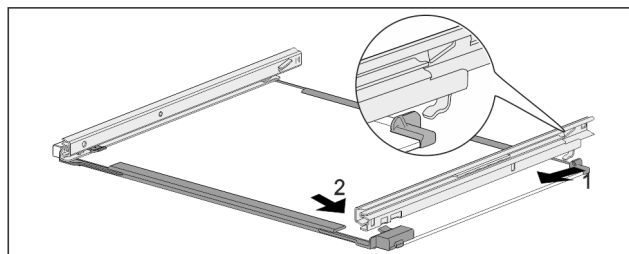

Fig. 266 Płyta szklana z szynami
- ▶ Zaczepić szynę z tyłu. Fig. 266 (1)
- ▶ Zazębić szynę z przodu. Fig. 266 (2)